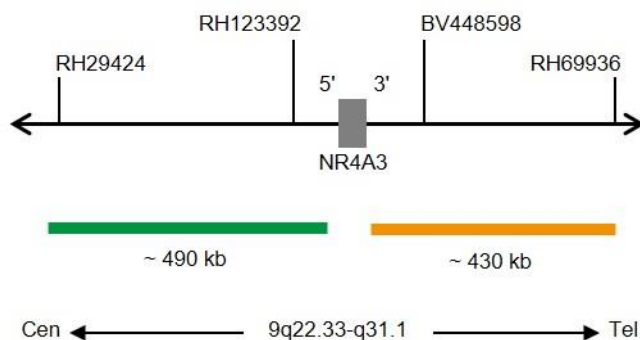

Fig. 1: SPEC NR4A3 Mappa della sonda (non in scala)
- Polinucleotidi (~10 ng/μl) marcati con ZyGreen (eccitazione 503 nm/emissione 528 nm), le cui sequenze target mappano in 9q22.33* (chr9:102,070,916-102,561,593) prossimali al punto di rottura di NR4A3 (vedere Fig. 1).
- Polinucleotidi (~4.5 ng/μl) marcati con ZyOrange (eccitazione 547 nm/emissione 572 nm), le cui sequenze target mappano in 9q31.1* (chr9:102,636,487-103,065,504) distali al punto di rottura di NR4A3 (vedere Fig. 1).